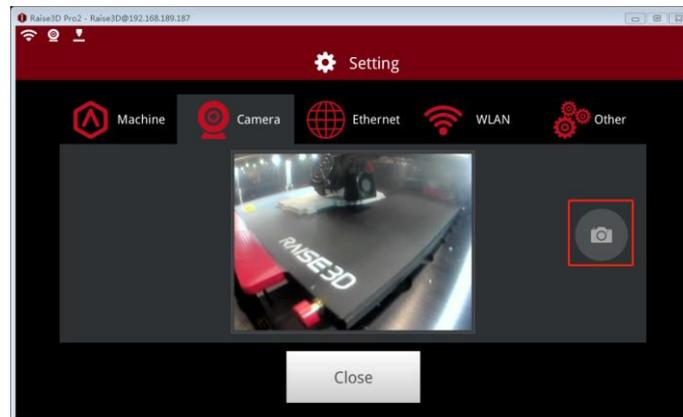

Figure 3.46: Prendre une photo.
Étape 3: Prenez des photos et enregistrez-les sur **Figure 3.46**.